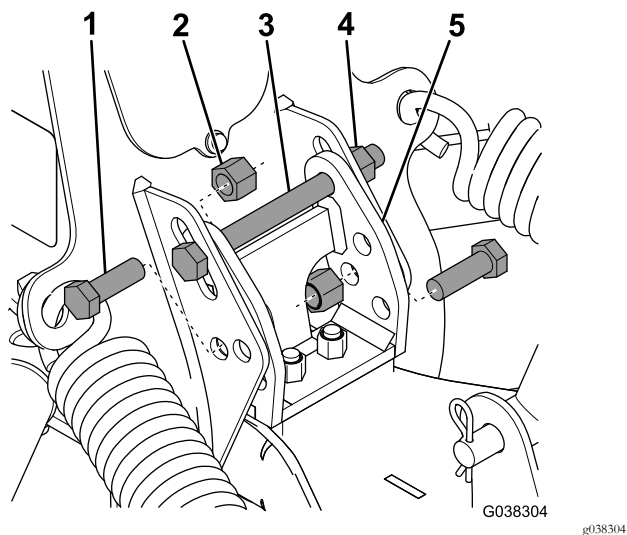

Figura 26
- Afloje la tuerca que sujeta el perno largo del conjunto del bastidor de empuje, como se muestra en Figura 26.
3. Retire los 2 pernos cortos y las tuercas, como se muestra en Figura 26.
4. Levante o baje el soporte del paragolpes a la altura deseada (Figura 26).
5. Instale los pernos cortos y las tuercas que retiró antes, y ajuste las tuercas en el perno largo (Figura 26). Apriete las tuercas a 76 N·m.